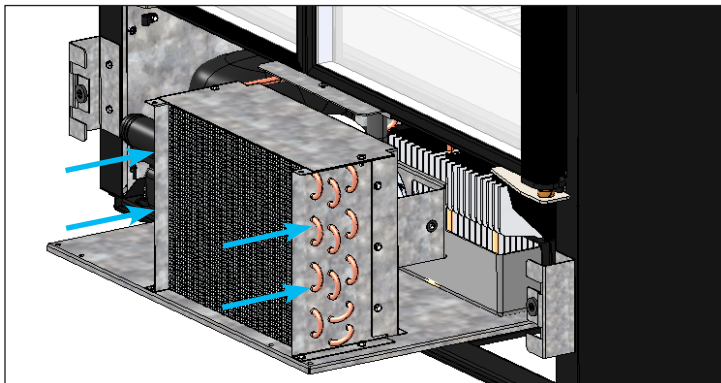

Fig. 7. Deslice cuidadosamente la unidad de condensación a su posición inicial y sustituya los pernos.
9. Vuelva a instalar los soportes del serpentín (si aplica). Deslice cuidadosamente el conjunto del compresor a su posición y vuelva a colocar los pernos. Véase la fig. 7.